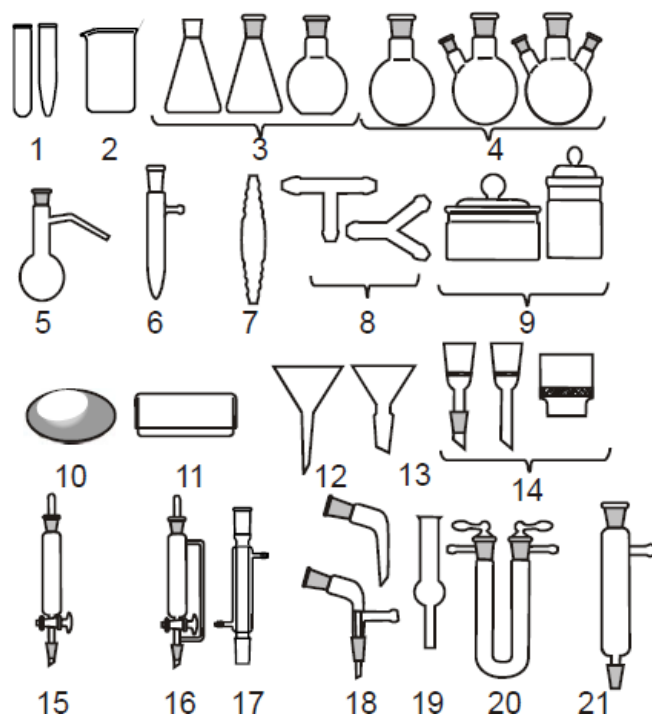

Рис. 1. Стеклянная химическая посуда из тонкого стекла:
Наиболее часто в химических лабораториях употребляется стеклянная посуда, изображённая на рис. 1.
Оксид углерода (IV) или углекислый газ получают в аппарате Киппа (рис.1) действием раствора соляной кислоты с массой долей 20% на мрамор: